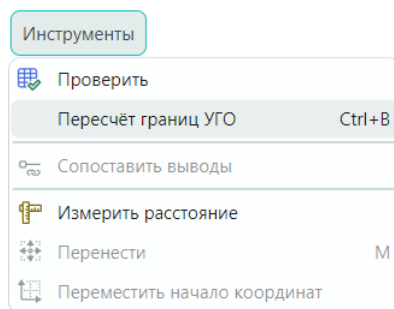

Рис. 54 Перерасчет границ УГО
8. Для корректного отображения границ созданного УГО произведите перерасчет границ. Вызов данной функции доступен в главном меню «Инструменты» → «Перерасчет границ УГО», см. Рис. 54.